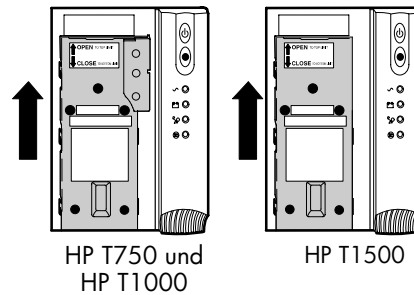

Abbildung 3 Entfernen die Batterieabdeckung
- 3 Nach oben schieben und die Batterieabdeckung aus Metall entfernen (siehe Abbildung 3).